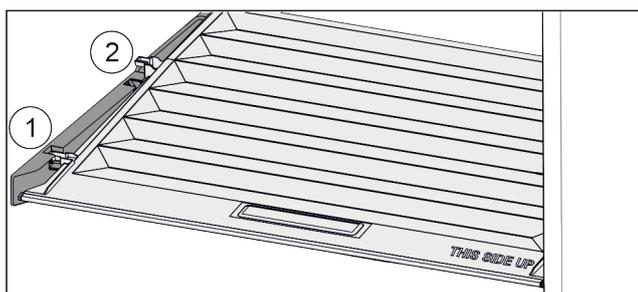

Fig. 34
- ▶ Vytáhněte víko dopředu až k otvoru v přídržných dílech Fig. 34 (1).
- ▶ Vzadu zespuďte nadzvedněte a vyjměte směrem nahoru Fig. 34 (2).